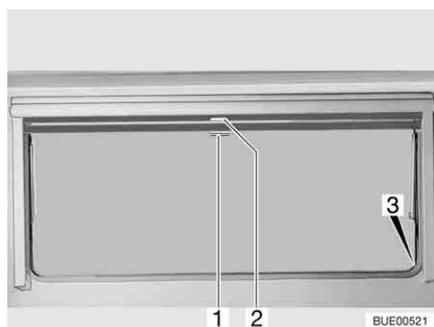

Fig. 72 Finestra apribile
**Chiusura:** ■ Tirare verso il basso l'oscurante a rullo accompagnandolo con la maniglia (Fig. 72,2). Quando si chiude completamente l'oscurante a rullo esso va agganciato da entrambi i lati al telaio della finestra nell'apposito elemento di fissaggio (Fig. 72,3).
**Apertura:** ■ Quando l'oscurante a rullo è completamente chiuso: Spingere la maniglia (Fig. 72,2) verso il basso tirandola leggermente verso l'interno. Sganciare l'oscurante a rullo dagli elementi di fissaggio a destra e a sinistra del telaio della finestra.
■ Quando l'oscurante a rullo si trova in posizione intermedia: Tirare la maniglia (Fig. 72,2) leggermente verso il basso finché l'elemento di fissaggio non si è sganciato.
**Chiusura:** ■ Tirare la maniglia (Fig. 72,1) della zanzariera a rullo verso il basso e agganciarla all'elemento di fissaggio (Fig. 72,3) su entrambi i lati del telaio della finestra.
**Apertura:** ■ Spingere la maniglia (Fig. 72,1) verso il basso tirandola leggermente verso l'interno. Sganciare la zanzariera a rullo dagli elementi di fissaggio a destra e a sinistra del telaio della finestra.